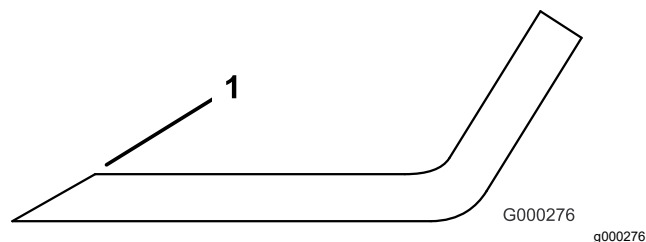

Figura 26
1. Afie a extremidade de corte em ambas as extremidades da lâmina (Figura 26).